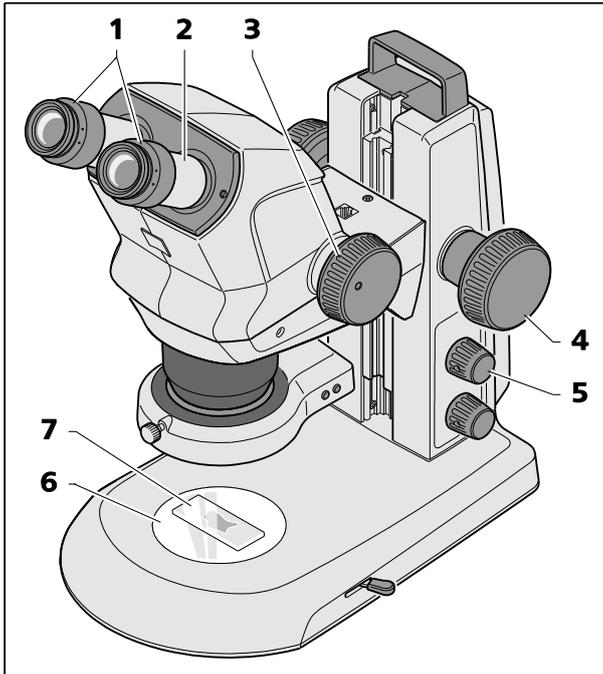

Fig. 13 Réglage du stéréomicroscope
1. Placer l'échantillon (Fig. 13/7) au centre sur la plaque en verre ou en plastique (Fig. 13/6) et l'éclairer (Fig. 13/5).
2. Régler la compensation dioptrique sur les oculaires réglables (Fig. 13/1) sur « 0 ».
3. Régler la distance oculaire individuelle en déplaçant latéralement le tube oculaire (Fig. 13/2), jusqu'à ce qu'un seul cercle lumineux complet (champ d'échantillon) soit visible lorsque l'on regarde dans les oculaires avec les deux yeux.
4. Au départ, régler le zoom (Fig. 13/3) sur le plus petit grossissement.
5. Faire le point sur un petit détail particulier au centre de l'échantillon (Fig. 13/4).
6. Régler la valeur maximale de zoom (Fig. 13/3). Le grossissement rend probablement le détail particulier flou et il ne se trouve plus au centre de l'image.
7. Recentrer le « détail de l'objet particulier » observé à l'aide du bouton de mise au point jusqu'à ce qu'il soit « nettement » observé au centre du champ de l'objet (Fig. 13/4).
8. Rétablir la valeur de zoom la plus faible (Fig. 13/3) et corriger tout flou sur une image en ajustant la compensation dioptrique **sur les oculaires réglables pour chaque œil** (compensation d'un défaut visuel) (Fig. 13/1).
Pour cette dernière étape, **ne pas utiliser** le bouton de mise au point, Fig. 13/4.
- En appuyant sur le bouton (Fig. 13/5), l'éclairage de la lumière réfléchie est activé ou désactivé (dispositif d'éclairage à spot ou à double spot).